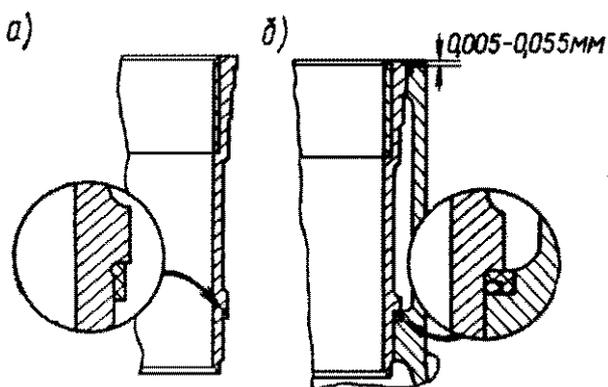

Рис. 5. Установка гильзы в цилиндр:
**Блок цилиндров** отлит из алюминиевого сплава и составляет одно целое с верхней частью картера. В блок цилиндров вставлены отлитые из серого чугуна гильзы, в верхней части снабженные вставками из кислотоупорного чугуна. Длина вставки — 50 мм, толщина стенки — 2 мм. Гильзу в блок цилиндров устанавливают по двум поясам: одним — вверху и вторым — в нижней части. В верхней части гильза имеет фланец высотой 5 мм. Гильза фланцем входит в проточку блока цилиндров и через прокладку зажимается головкой цилиндров. Для обеспечения надежного уплотнения фланец гильзы должен выступать над верхней плоскостью блока цилиндров на 0,005—0,055 мм (рис. 5). В нижней части гильза уплотнена прокладкой прямоугольного сечения из маслостойкой резины. В свободном состоянии прокладка имеет размеры: внутренний диаметр  $90 \pm 1$  мм, ширина  $6^{+0,3}$  мм и толщина 2,5 мм.